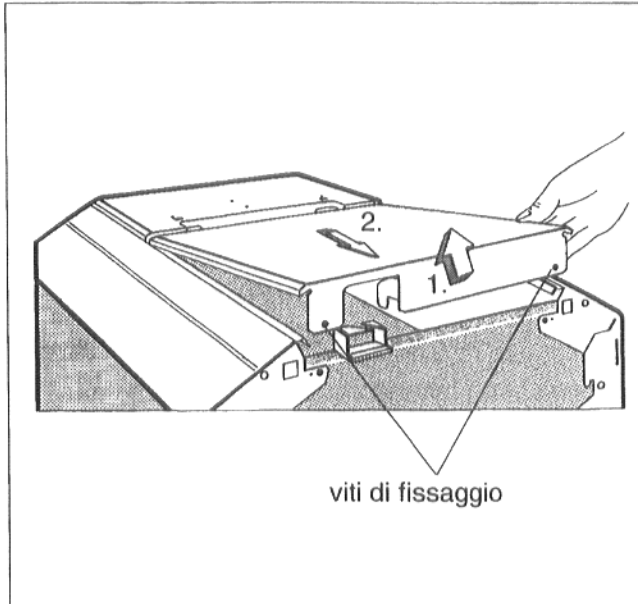

Fig. 14
- Svitare le due viti di fissaggio dal coperchio posteriore della caldaia (Fig. 14).